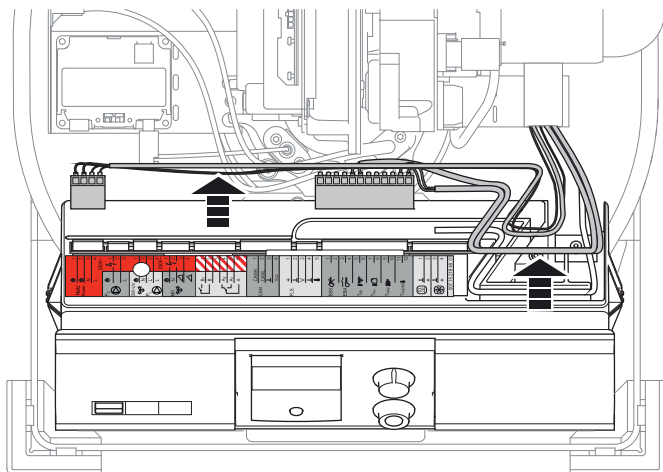

Figura 6-5 Estrarre il cavo
6. Rimuovere il cavo di collegamento e della sonda dalla canalina del quadro di comando (figura 6-5).